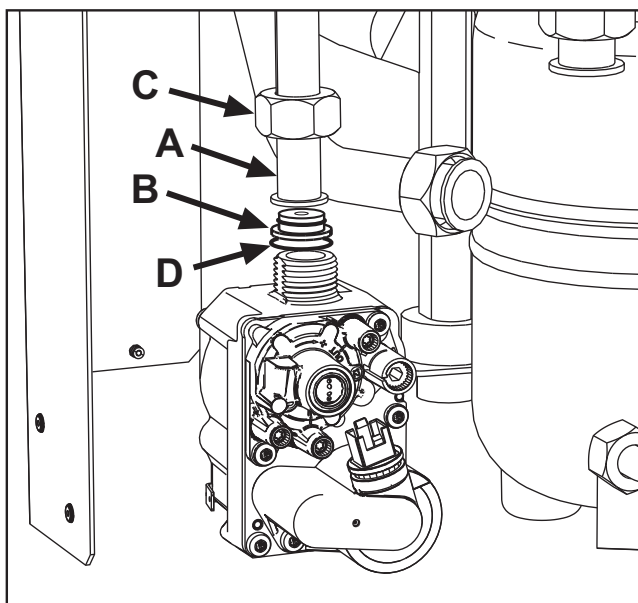

fig. 22
3. Desfaceți piulița **C** și scoateți tubul de gaz **A** de pe valva de gaz (vezi fig. 22).
4. Înlocuiți duza **B** introdusă pe tubul de gaz cu cea aflată în kitul de transformare, interpunând garnitura **D** (vezi fig. 22).